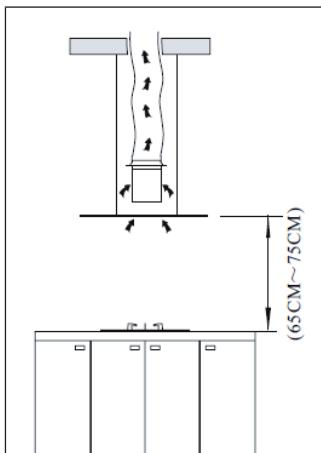

Abbildung 1
2. Die Abzugshaube sollte in einer Höhe von 65-75 cm über dem Kochfeld angebracht werden (siehe Abbildung 1).
4. Bohren Sie, wie in der Abbildung 2 dargestellt, 12 Löcher entsprechend der Maße der Aufhängeplatte in die Decke und befestigen Sie die Aufhängeplatte mit 12 Schrauben (ST6x40) daran. Verwenden Sie 8 Schrauben (M4x10) und Dichtungsmuttern (M4), um die Eisenwinkel an der Aufhängeplatte zu befestigen. Nachdem Sie die Länge des Eisenwinkels ausgerechnet haben (siehe Abbildung 1), verwenden Sie 16 Schrauben (M4x10) und Dichtungsmuttern (M4) um jeweils einen weiteren Eisenwinkel am Eisenwinkel zu befestigen. Die Winkel müssen sich mindestens 10 cm überlappen!